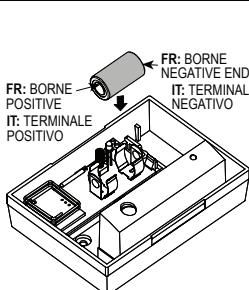

Fig. 7 - Introduction de la pile / Inserimento della batteria
- D. Inserire la batteria nel suo alloggiamento, come illustrato nelle Figure 7 e 8. **Attenzione alla polarità!**